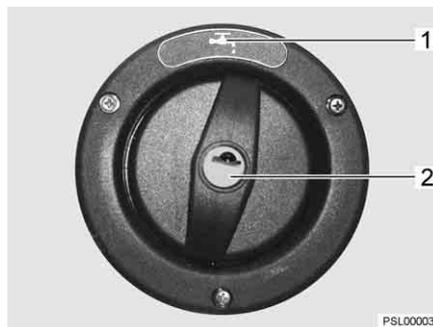

Bild 205 Verschlussdeckel für Trinkwasser-Einfüllstutzen
Der Trinkwasser-Einfüllstutzen ist mit dem Symbol "☞" (Bild 205,1) gekennzeichnet. Der Verschlussdeckel wird mit dem Schlüssel für die Außenklappenschlösser geöffnet und verschlossen.
- Schlüssel in Schließzylinder (Bild 205,2) stecken und eine viertel Umdrehung entgegen dem Uhrzeigersinn drehen.